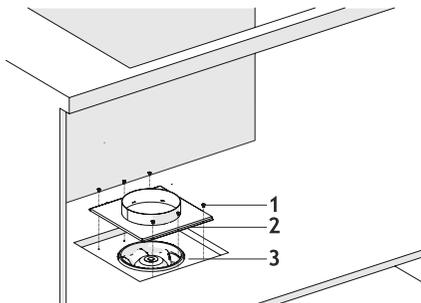

Fig. 23
8. ➔ ■ Attaccare la piastra di aspirazione aria con 6 viti di connessione (Fig. 23).